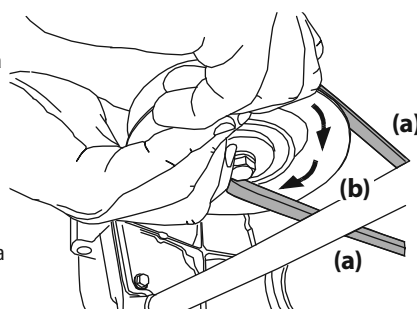

Figura 43
- d. Mientras sostiene la correa de la PTO (a) hacia abajo, siga girando la polea de la PTO (b) hasta que la correa de la PTO (a) se deslice fuera de la polea (b). Consulte la Figura 43.
- Tire del lado derecho de la correa de la PTO hacia atrás y coloque el lado V angosto de la correa de la PTO en la polea de la PTO. Consulte la Figura 43.
- Mientras sostiene la correa y la polea de la PTO juntas, gire la polea de la PTO hacia la izquierda (Vea la Figura 43). Siga sosteniendo y rotando la polea de la PTO y la correa de la PTO hasta que la correa de la PTO se enrolle totalmente en la polea de la PTO.